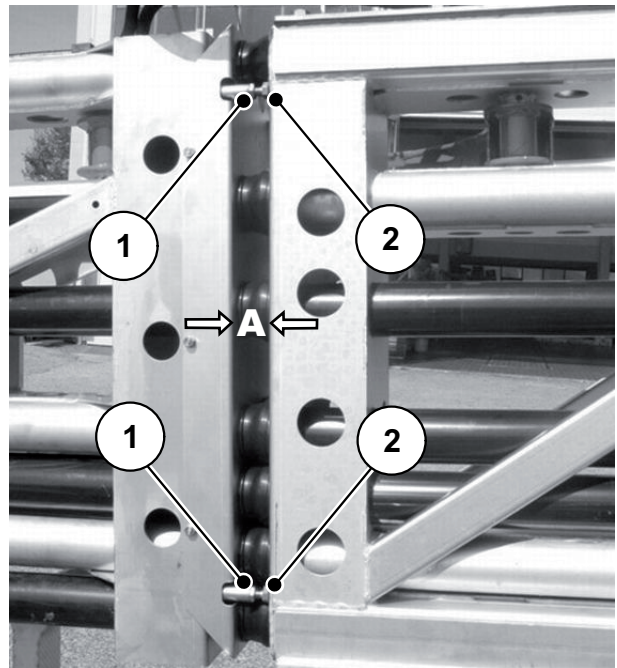

图 10.3: 垂直校准已展开的悬臂段
- 距离 A (见 插图 10.3: 位置 A) 约为 47 mm。